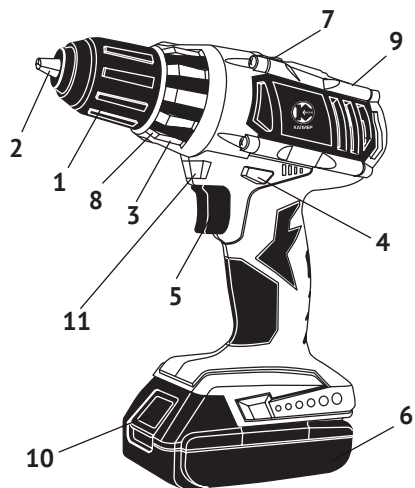

рис.1
1.3 Механизм дрели расположен в обрешиненном пластиковом корпусе (рис.1 поз.9), состоящем из двух частей: правой и левой. Он состоит из электродвигателя постоянного тока и редуктора с планетарным 2-х скоростным механизмом. В нижней части корпуса, выполненного в форме рукоятки, находится выключатель и разъём для присоединения аккумуляторной батареи.
1.4 Клавиша выключателя (рис.1 поз.5) расположена в передней части рукоятки. При нажатии на клавишу включается двигатель дрели. Усилие, приложенное к клавише, изменяет скорость вращения двигателя. При запуске двигателя автоматически включается светодиодный фонарь (рис.1 поз.11), обеспечивающий локальную подсветку рабочей области.
Над клавишей выключателя находится переключатель реверса (рис.1 поз.4), пластинчатой конструкции. В нейтральном положении он выполняет функцию блокиратора клавиши от случайного включения. Стрелками на торцах пластины, указываются направление вращения патрона.
1.6 В передней части корпуса расположено кольцо регулировки (рис.1 поз.3). Это кольцо фиксирует одну из 16-ти позиций предельного момента затяжки, при работе дрелью, как шуруповёртом, или переключает редуктор в режим сверления – символ «сверло».
Внимание! Перед установкой/извлечением аккумуляторной батареи отключить инструмент, установив переключатель направления вращения (рис.1 поз.4) в среднее положение (блокировка клавиши выключателя).
- для извлечения батареи из дрели нажать кнопку фиксации (рис.1 поз.10) аккумуляторной батареи и извлечь её из рукоятки.
- установить переключатель направления вращения (рис.1 поз.4) в положение блокировки клавиши выключателя;